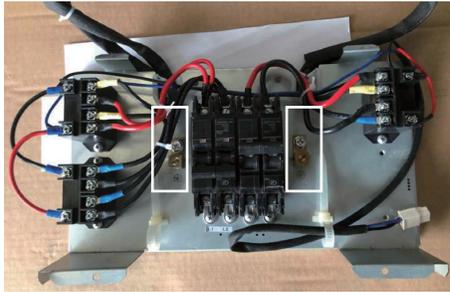

Fig. 12 – Fixez les fils d'alimentation électrique de chaque groupe
12. Consultez la figure 12 pour la position de fixation du fil de mise à la terre de l'alimentation électrique. Fixez les fils d'alimentation électrique de chaque groupe et assurez-vous que le câble est correctement mis à la terre.